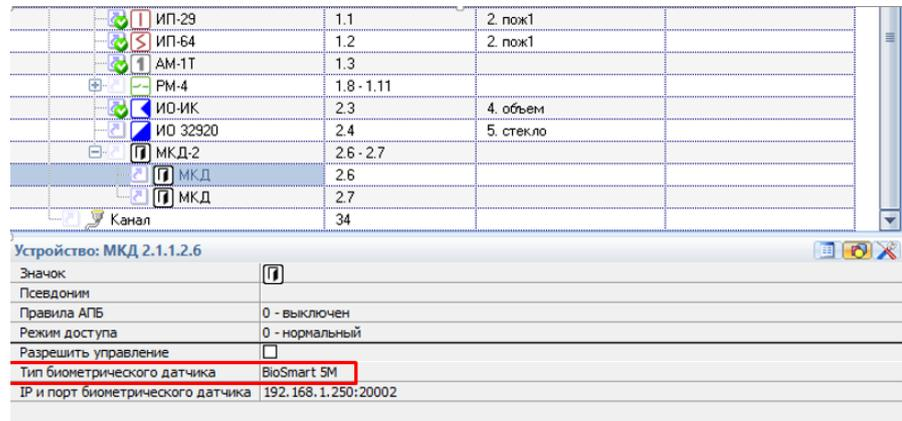

Рисунок 31.3
1) выбрать в дереве устройств МКД. На вкладке «прочие свойства устройства» выбрать тип биометрического датчика – BioSmart 5M, указать IP и порт считывателя, ранее настроенные в BiosmartStudio (рисунок 31.3).